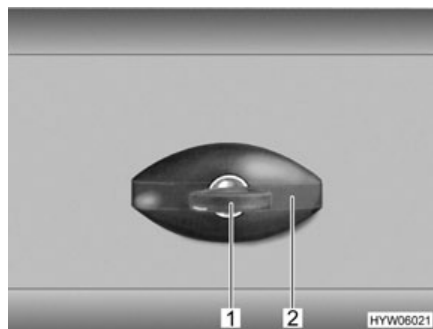

Fig. 47 Serrure du portillon, en forme d'ellipse
- Insérer la clé dans le barillet (Fig. 47,1) et la tourner d'un quart de tour dans le sens inverse des aiguilles d'une montre. La poignée de la serrure (Fig. 47,2) ressort.